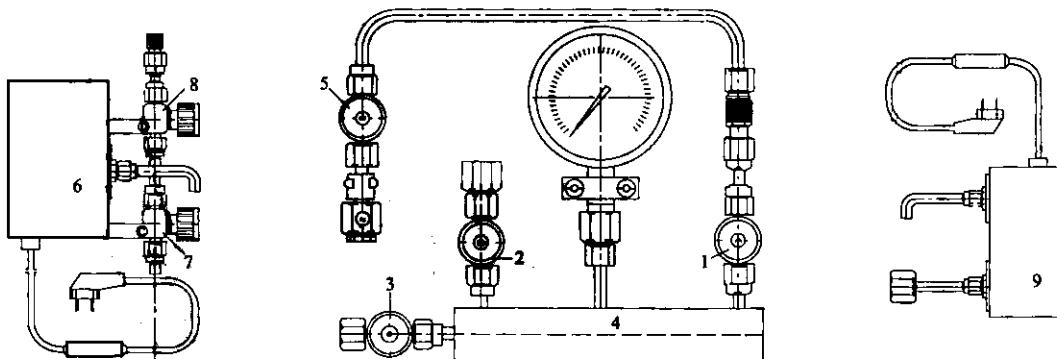

图 1 采样装置示意图
采样装置由采样容器、真空泵、隔膜泵和连接系统组成，见图 1。
- a) 按图 1 将取样装置阀 5 用接头、管道和设备连接，阀 2 与取样容器连接。
- a) 按图 1 将取样装置阀 5 用接头、管道和设备连接，将真空泵 9 与阀 3 连接，取样容器与阀 2 连接。
- a) 按图 1 把隔膜泵 6 用管道和取样装置、设备充放气阀连接起来，阀 7 与阀 5 连接，阀 8 与设备充放气阀连接，阀 2 与取样容器连接。
- a) 按图 1 把隔膜泵 6 用管道和取样装置、设备充放气阀连接起来，阀 7 与阀 5 连接，阀 8 与设备充放气阀连接。将真空泵 9 与阀 3 连接，取样容器与阀 2 连接。